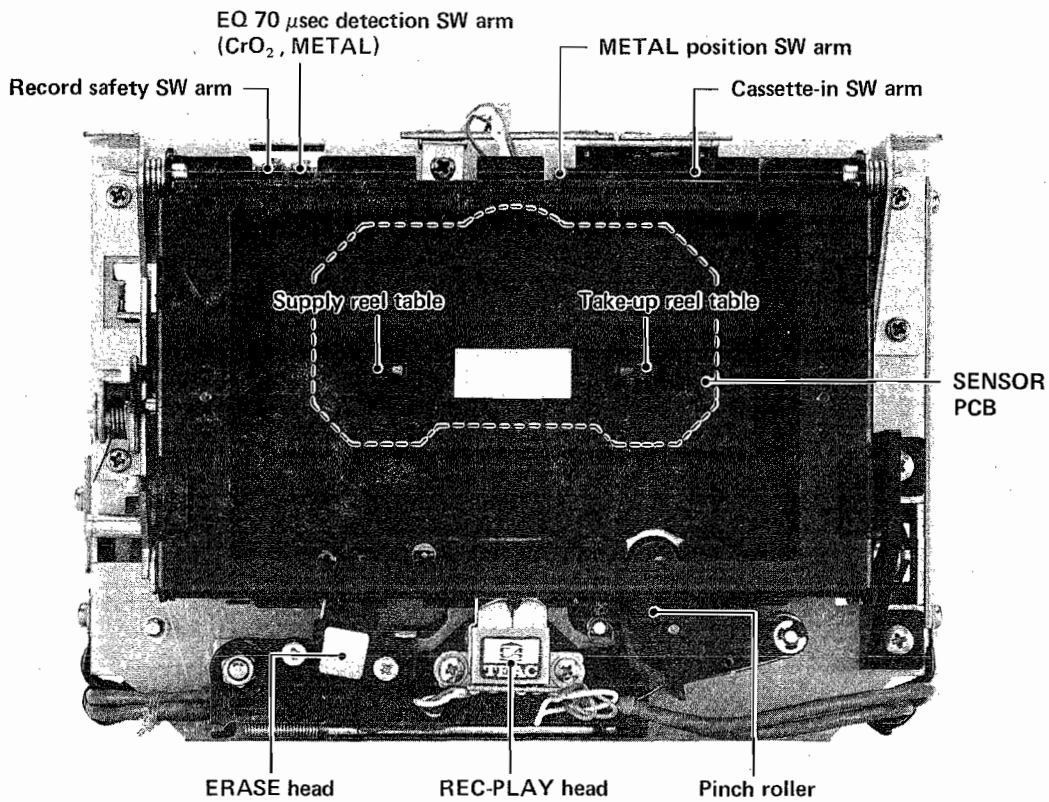

Fig. 3-2 Transport front view トランスポート前面図
1. While pushing up the cassette-in sensor arm with the cassette holder shut (Fig. 3-2), activate the play mode. Keep the sensor arm pushed up during measurement.
1. カセット・ホルダを閉じた状態で、カセットイン・センサ・アーム (図3-2) を上方に押し、プレイ・モードにする。測定中、センサ・アームは上方に押し続けること。